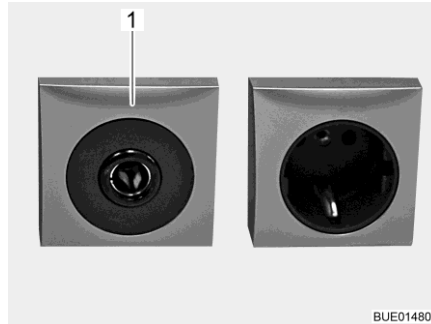

Bild 137 Steckdose 12 V/10 A
- ▷ An die Steckdosen (Bild 137,1) des 12-V-Bordnetzes nur Geräte mit maximal 10 A anschließen.